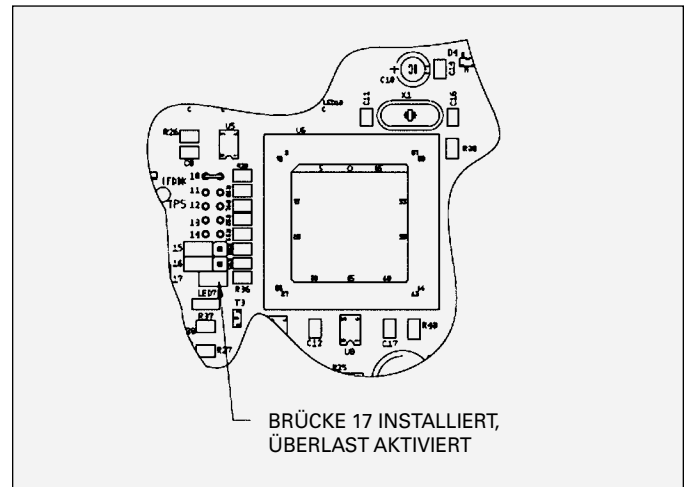

Abbildung 24: Position der Brücke - Überlastaktivierung
2. Platzieren Sie die Brücke über die beiden (2) Pole an Stelle 17 der PC-Hauptplatine (siehe Abbildung 24).